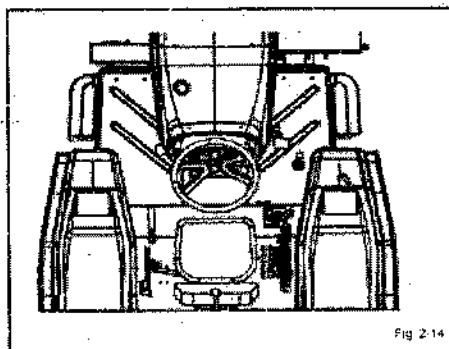

Fig 2-14
**ADVERTÊNCIA:** Não conduza o trator sem conhecer os comandos das alavancas de velocidade e controle direcional. (Fig. 2-14)